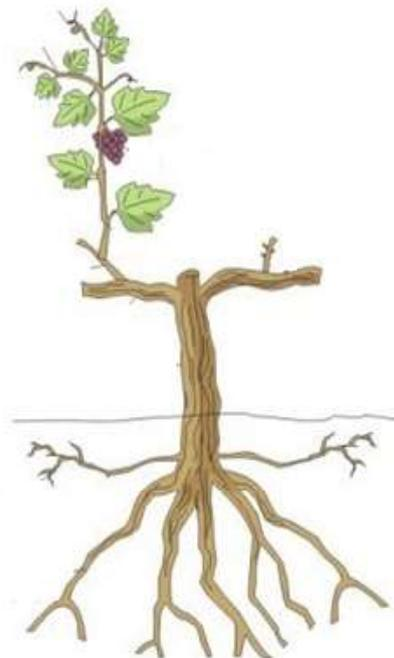

Figura 9: Planta de la vid. ¹⁵
40. La figura 9 es un esquema de una planta de vid. Relacione las palabras presentes en el catálogo con las estructuras del esquema. Si fuera necesario puede usar llaves o flechas, según corresponda.